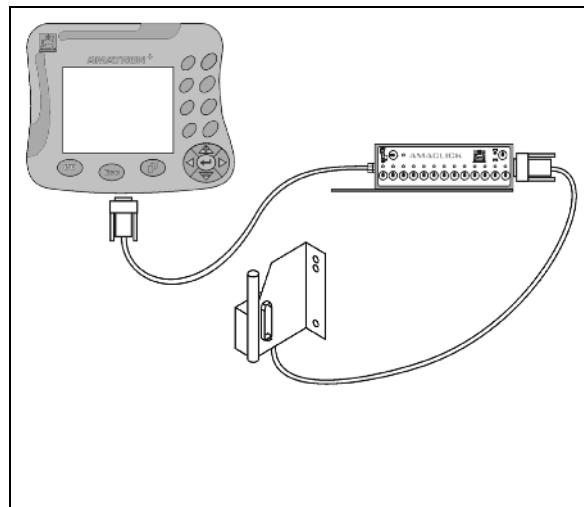

Fig. 119
- uten multifunksjonsspak som beskrevet på Fig. 119.